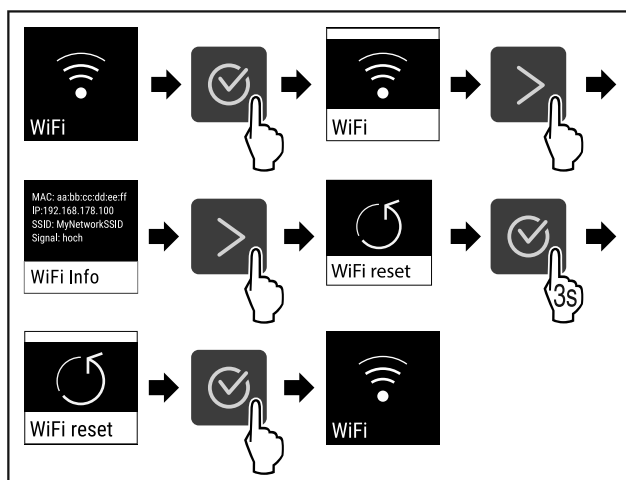

Fig. 78
- ▶ Kryeni hapat e veprimit (shihni Fig. 78).